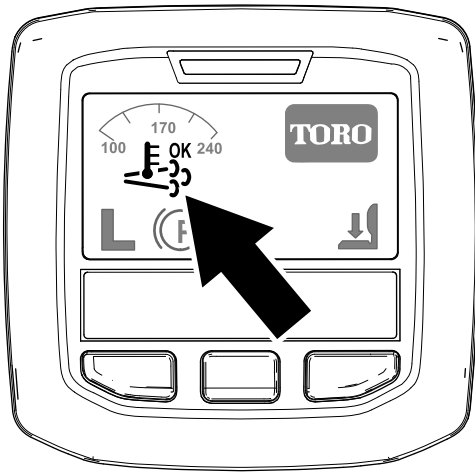

Figura 22
- Nell'InfoCenter viene visualizzata l'icona di rigenerazione assistita/ripristino (Figura 22).